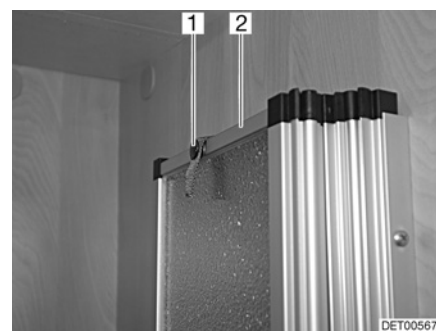

Fig. 113 Fissaggio, parete divisoria per la doccia
- Allentare il nastro di sostegno (Fig. 113,1) della parete divisoria per la doccia (Fig. 113,2) ed estrarla.
- Ripiegare la parete divisoria per la doccia (Fig. 113,2) e fissarla con il nastro di sostegno (Fig. 113,1).